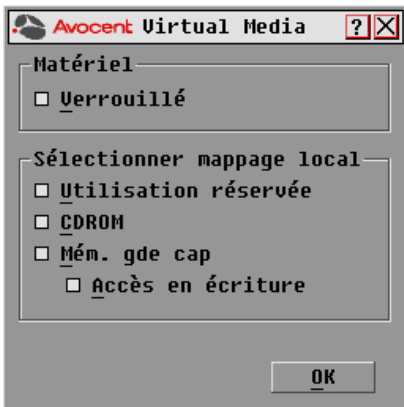

Figure 3.15 : Boîte de dialogue Virtual Media de l'interface OSCAR
2. Cliquez sur *Config. - VM* pour ouvrir la boîte de dialogue Virtual Media, comme indiqué à la Figure 3.15.